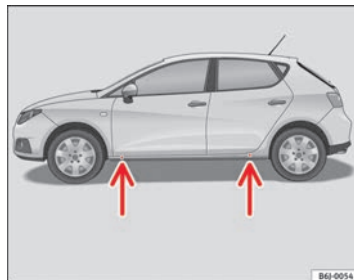

Fig. 138 Points d'appui du cric
- Cherchez sur le bas de caisse le point d'appui le plus proche de la roue à changer ⇒ fig. 138.
Des empreintes sur le bas de caisse à l'avant et à l'arrière du véhicule indiquent les points d'appui du cric ⇒ fig. 138. Un emplacement a été prévu pour chaque roue. Le cric ne doit pas être positionné à d'autres endroits.